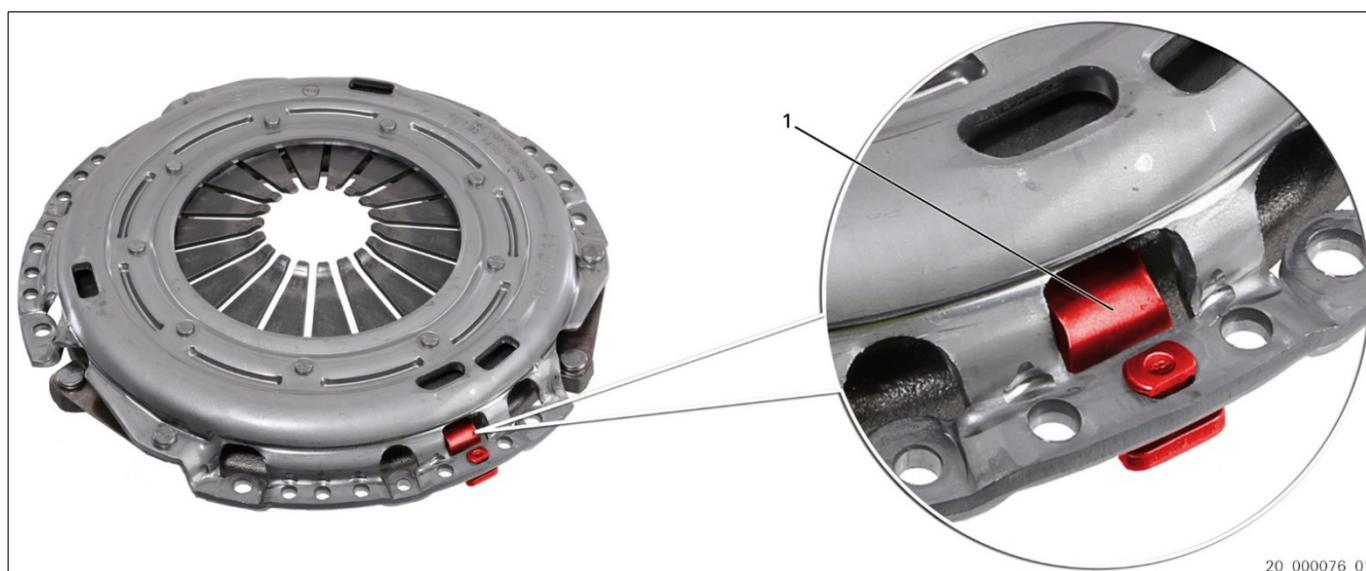
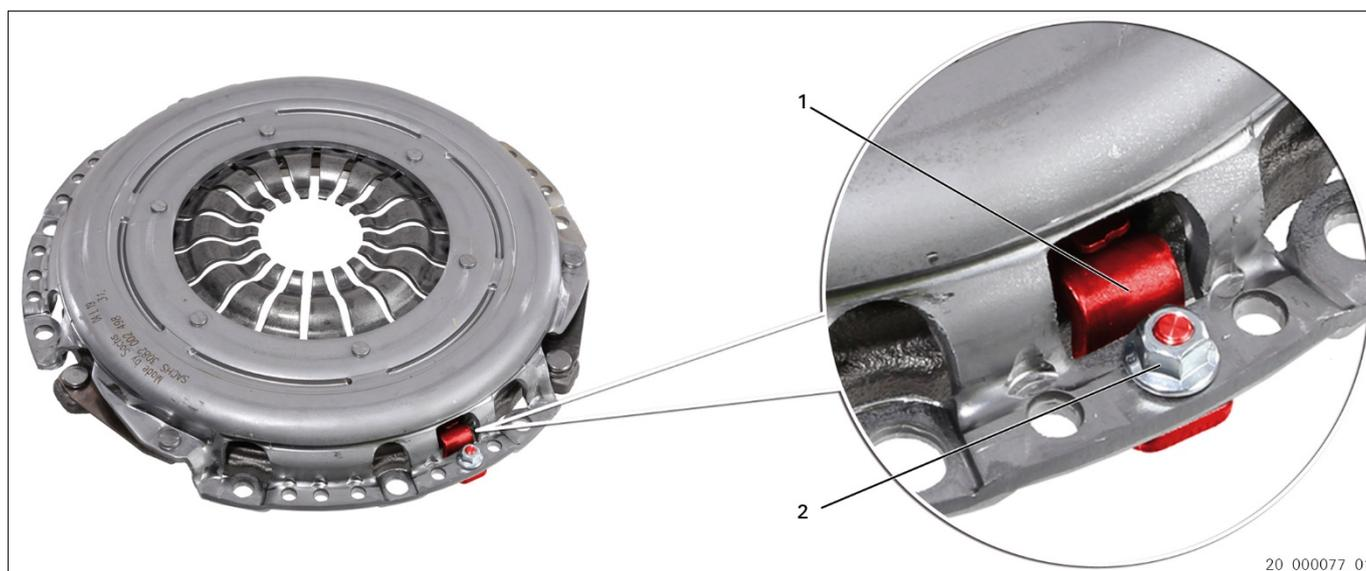

Fig. 1: XTend tipo I con arresto scatola (rivettato)
Fig. 2: XTend tipo I con arresto scatola (avvitato)
Particolarità	Arresto scatola rivettato (fig. 1) oppure avvitato (fig. 2)
**XTend tipo I versione rivettata (fig. 1)**
XTend tipo I versione avvitata (fig. 2)